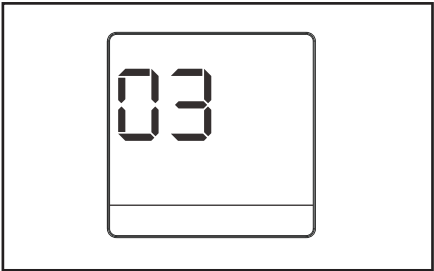

Figura 4.4
- Pressione e segure  e  no controle remoto ao mesmo tempo por 5 segundos para acessar o status das configurações do parâmetro (consulte a Figura 4.4);